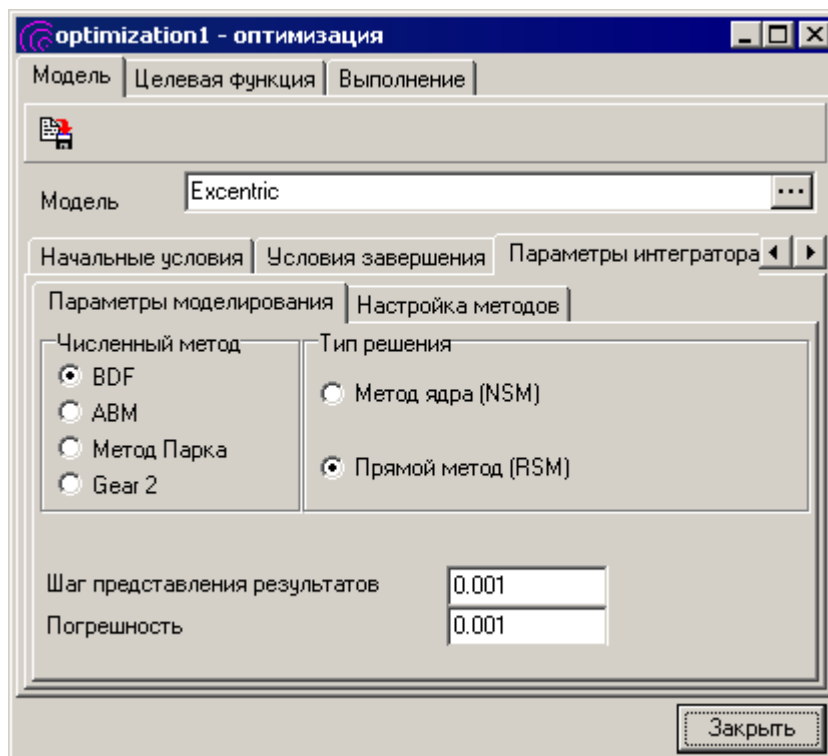

Рис. 5.10. Оптимизация: параметры моделирования
2. В поле **Параметры моделирования / Шаг представления результатов** введите **0.001** с, см. рис. 5.10. Таким образом, мы получим как минимум 125 точек на графике силы реакции за один оборот ротора с начальной угловой скоростью 50 рад/с, что вполне достаточно.